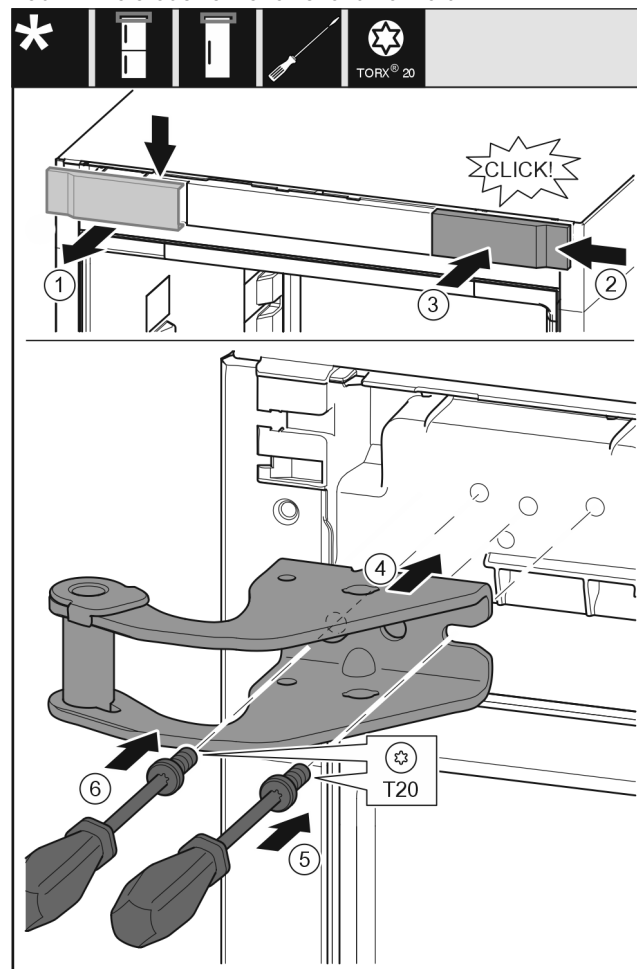

Fig. 11
- Odoberte kryt Fig. 11 (1) zhora dopredu.
- Zaveste kryt Fig. 11 (2) na druhú stranu sprava otočený o 180°.
- Zaklapnite kryt Fig. 11 (3).
- Nasad'te hornú ložiskovú konzolu Fig. 11 (4).
- Nasad'te skrutku Fig. 11 (5) a pevne ju zaskrutkujte skrutkovačom.
- Nasad'te skrutku Fig. 11 (6) a pevne ju zaskrutkujte skrutkovačom.